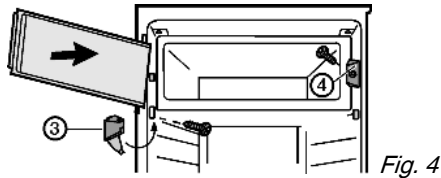

Fig. 4
- ▶ Встановіть замок Fig. 4 (4).
- ▶ Встановіть опорний кронштейн Fig. 4 (3) і закрийте кришку.